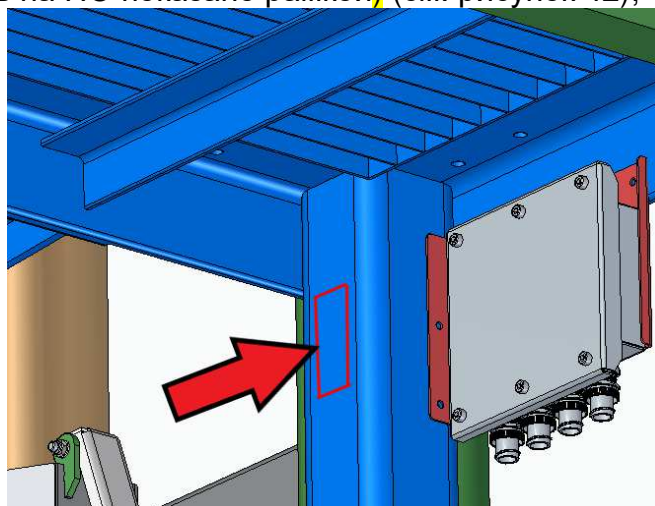

Рисунок 42
- ДКП, коробку распределительную, пост управления к ПО (место присоединения заземляющих проводов на ПО показано рамкой) (см. рисунок 42);